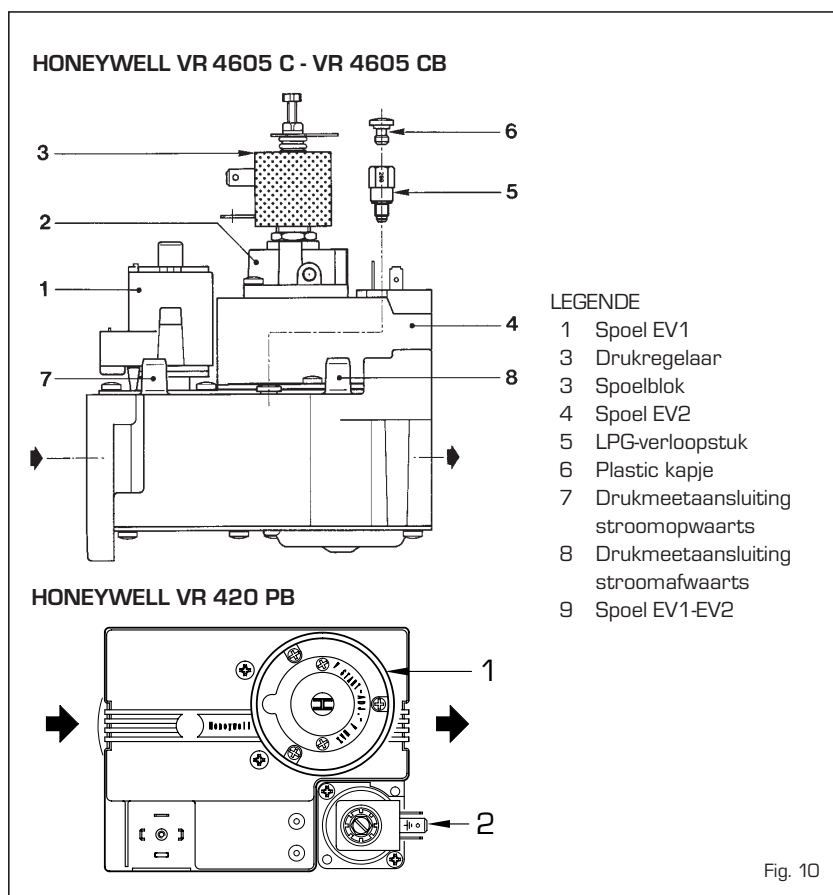

Fig. 10
Het maximum vermogen van de ketel kan binnen het nominale vermogensbereik dat in punt 1.3 aangegeven is geregeld worden. De ketels worden in de fabriek op het maximum vermogen ingesteld. Als u het vermogen aan de warmtebehoefte van de installatie wilt aanpassen moet u de werkdruk aan de hand van de grafiek op fig. 10/a en de in punt 4.2 vermelde aanwijzingen vaststellen. Deze afstellingen zijn alleen toegestaan voor aardgas.
4.2 GASKLEP (Fig. 10)
Bij de eerste ontsteking van de ketel is het verstandig om de lucht die in de leiding zit door middel van de drukmeetaansluiting vóór de gasklep te ontluichten (7 fig. 10 - 9 fig. 2).